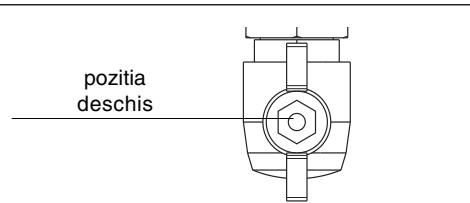

Fig. 15
- deschideti robinetul de gaz, in sens invers acelor de ceas (fig. 15)